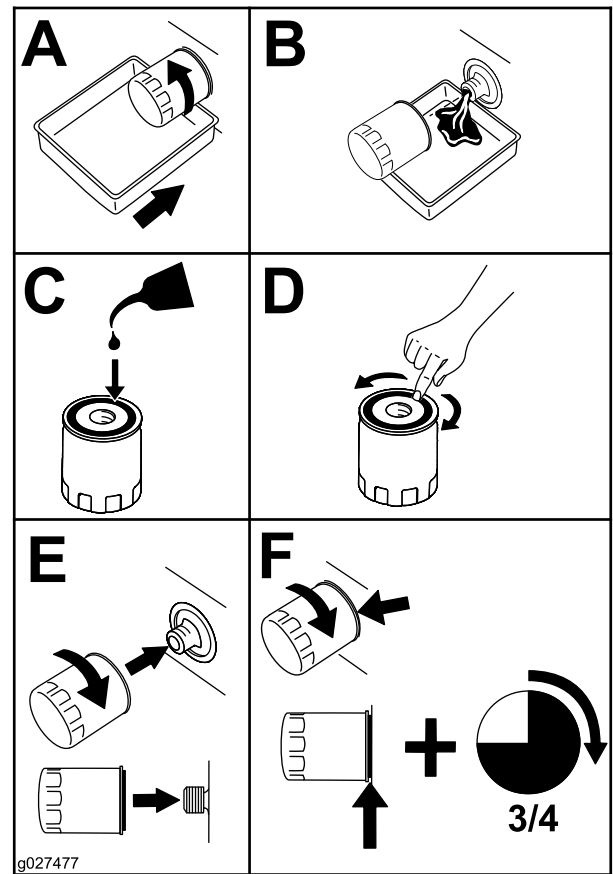

Figura 23
3. Retire el filtro de aceite del motor (Figura 23). Cuando el aceite se haya drenado, instale un filtro de aceite nuevo.